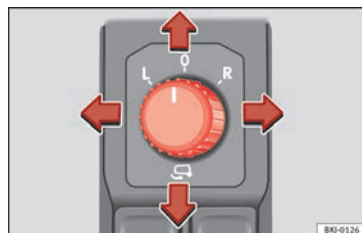

Fig. 154 Mando de los retrovisores exteriores.
1. En primer lugar, gire el mando »» **fig. 154** hasta la posición **L (retrovisor izquierdo)**.
- Gire el mando »» **fig. 154** hasta la posición para plegar los retrovisores exteriores. Para evitar daños en el vehículo, debería